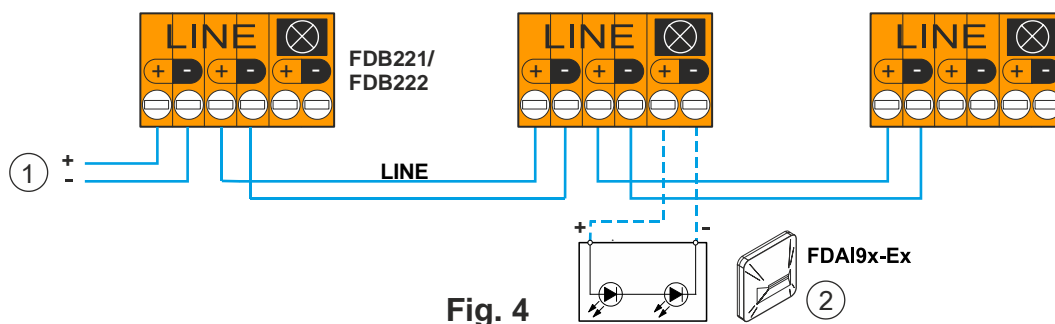

Fig. 4
- C-NET-Ex: See Fig. 4
- C-NET-Ex: Siehe Fig. 4
- C-NET-Ex : voir fig. 4